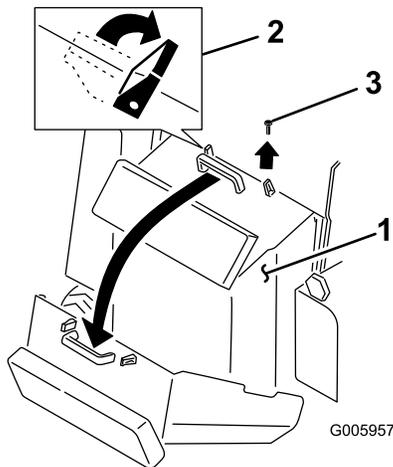

図 26
2. 後アクセスカバーの上部についているロッキングタブ（2枚）を開放する（図 26）。
3. 右ロッキングタブの隣のボルトを外す（図 26）。
4. ハンドルを握り、カバーを持ち上げて後方に開く（図 26）。